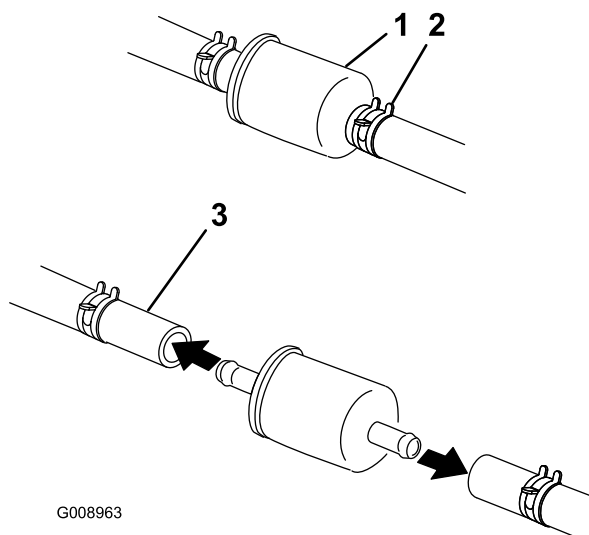

Figure 57
5. Fermez le robinet d'arrivée de carburant sous le siège (Figure 57).
8. Posez un filtre neuf et rapprochez les colliers de fixation du filtre (Figure 57).
6. Pincez les extrémités des colliers et faites glisser ceux-ci pour les éloigner du filtre (Figure 57).